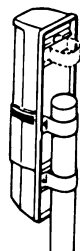

Рис. 2
*Примечание.* Для установки блока выше верха стойки приблизительно на 140 мм, сдвиньте верхнюю установочную скобу к середине основания, затем закрепите хомут (см. рис.2).